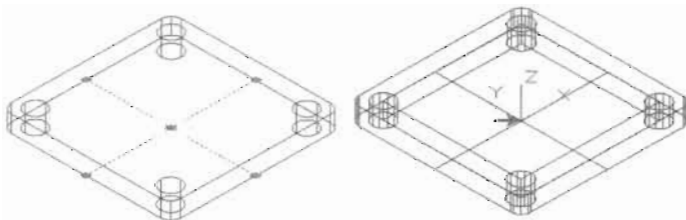

图 14-149
(7) 捕捉矩形实体的底面边线的中点绘制两条辅助线,然后执行 `Ucs` 命令并回车,把坐标原点移到辅助线的交点上,如图14-149所示。